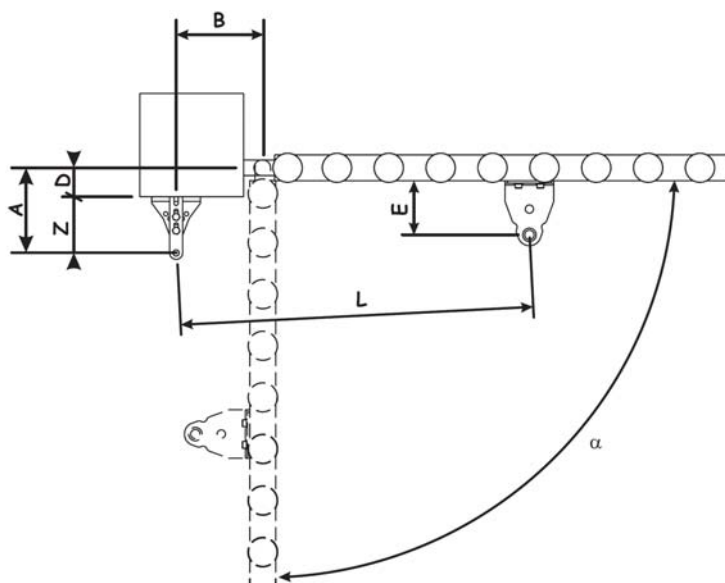

Рис. 4
Определить положение установки привода по рис. 4 и сопутствующей таблице. Желательно на данном этапе решить, собираетесь ли вы использовать механические ограничители привода, поскольку они увеличивают рабочий ход и требуют изменения значений А и В.
*Если в ходе проверки привод задевает створку ворот, можно увеличить значение E, см. рисунок 4, до максимума в 115 мм, используя подходящие прокладки между передним кронштейном и створкой ворот.*